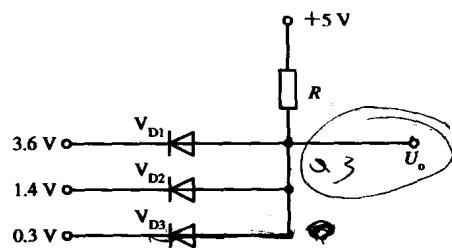

图 1-3 例 8 图
**例 8** 理想二极管电路如图 1-3 所示，试问输出端电压  $U_o = ?$